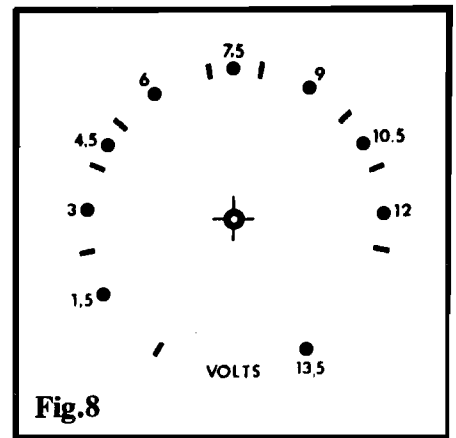

Fig.8
- FIG. 8 - A ESCALA GRADUADA DO POTENCIÔMETRO - Conforme já dissemos, embora uma fonte de Laboratório, "de ponta", normalmente contenha no seu painel externo um voltímetro analógico (de ponteiro, com galvanômetro) ou digital (com **display** numérico de vários dígitos, 7 segmentos, LEDs ou cristal líquido...), essa anexação elevaria brutalmente o custo final da FREL... Podemos, contudo (graças à grande confiabilidade e precisão do circuito) "fugir" desse adendo, simplesmente dotando o **knob** do